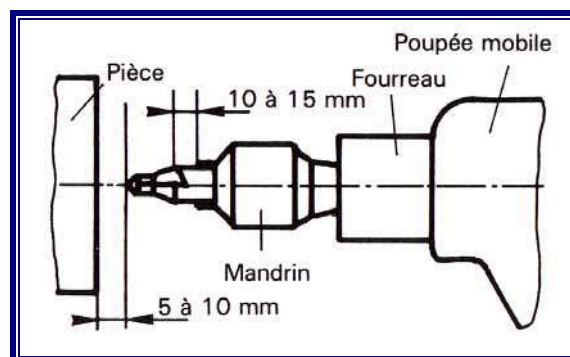

Figure 7
- Monter un mandrin de perçage dans le fourreau figure 7.